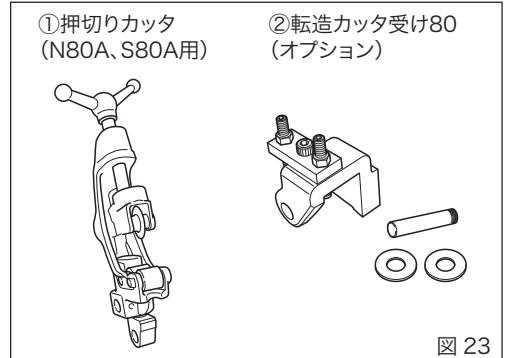

図 23
1. 押し切りカッタ装着に必要なもの(図23)
- ①押し切りカッタ(N80A、S80A用)
- ②転造カッタ受け80(オプション)